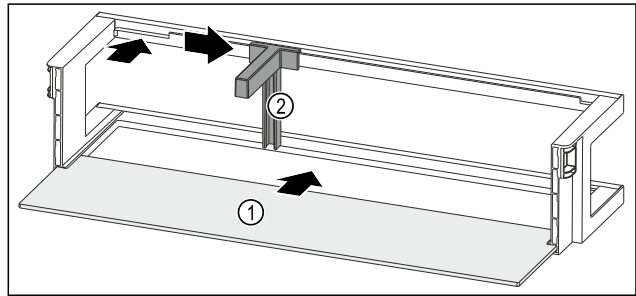

Fig. 122 Türabsteller mit Abstellfläche
- ▶ Abstellfläche Fig. 122 (1) in die seitlichen Aussparungen einschieben.
- ▶ Flaschenhalter Fig. 122 (2) in die Aussparung einsetzen.
- ▶ Flaschenhalter Fig. 122 (2) in gewünschte Position zur Seite schieben.